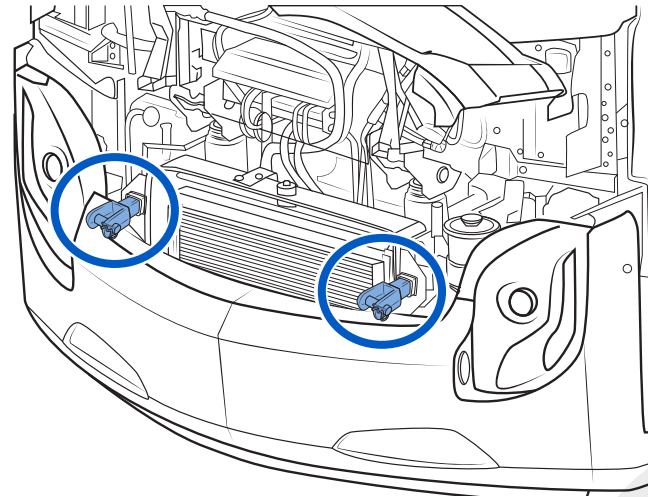

Figure 27 - Crochets en place sur le châssis
4. Mettez les crochets de remorque en place sur le châssis tel qu'illustré à la Figure 27.